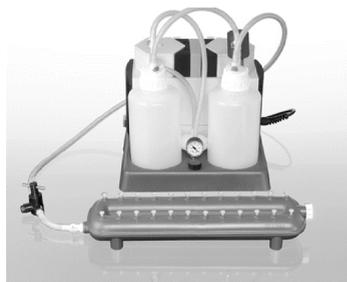

Figure 2. QIAvac 24 Plus, QIAvac Connecting System et Vacuum Pump.
Le traitement des colonnes QIAamp Mini sur le QIAvac 24 Plus s'effectue à l'aide de VacConnectors jetables et de VacValves réutilisables. Les VacValves (facultatives) sont insérées directement dans les emplacements luer du collecteur QIAvac 24 Plus. Elles garantissent la stabilité du débit, simplifiant le traitement en parallèle de différents volumes d'échantillons. Il est recommandé de les utiliser si les débits d'échantillons diffèrent notablement pour assurer un vide homogène. Les VacConnectors sont des connecteurs jetables qui se placent entre les colonnes QIAamp Mini et les VacValves ou entre les colonnes QIAamp Mini et les emplacements luer du QIAvac 24 Plus. Ils empêchent tout contact direct entre la colonne de centrifugation et la VacValve pendant la purification, évitant ainsi toute contamination croisée entre les échantillons. Les VacConnectors ne peuvent resservir et doivent être jetés après utilisation. En raison des grands volumes de solutions utilisés, il est nécessaire d'utiliser le QIAvac Connecting System (ou un montage équivalent avec des flacons à déchets) (voir Figure 2).
- La pression du vide correspond à la différence de pression entre l'intérieur du collecteur à vide et l'atmosphère (pression atmosphérique normale, soit 1 013 millibars ou 760 mm Hg). Elle peut être mesurée à l'aide du QIAvac Connecting System (voir Figure 2). Les protocoles requièrent l'utilisation d'une pompe à vide capable de produire un vide de -800 à -900 mbar (p. ex. QIAGEN Vacuum Pump). Il faut éviter les pressions du vide supérieures. L'utilisation de pressions du vide inférieures aux pressions recommandées peut réduire la quantité et la pureté des acides nucléiques et accroître le risque d'obstruction des membranes.